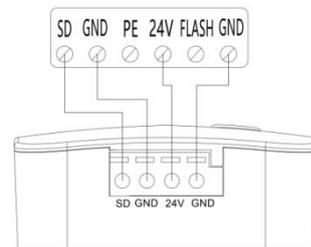

Fig.6
- SD y GND de Mini Rcontact RF deben conectarse con SD y GND del motor (Fig 6)
- 24V y GND de Mini Rcontact RF deben conectarse con 24V y GND del motor. (Fig6)